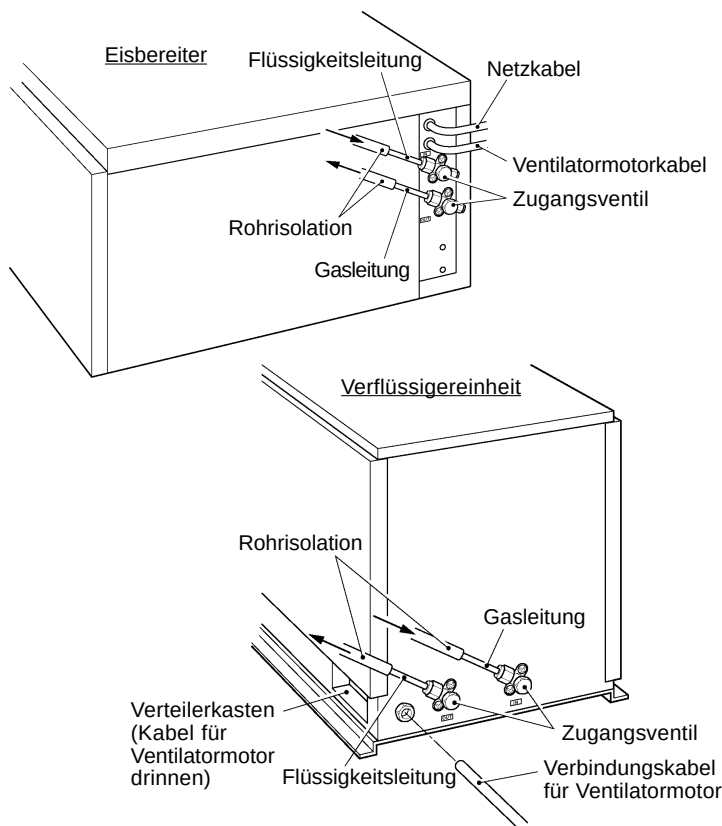

Abb. 17
- 2) Kabel des Ventilatormotors im Verteilerkasten an das installierte 3-adrige Kabel anschließen, wobei Leitungsverbinder zu benutzen sind. Siehe Abb. 17.